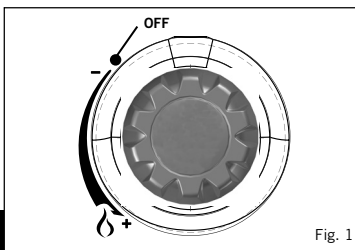

Fig. 1
- Innan du ansluter gastillförseln, kolla att apparatventilen är i stängt läge genom att vrida reglervredet helt och hållet medurs (Se Fig. 1).
- När du ska montera gasbehållaren, kolla först att apparatventilen är i stängt läge genom att vrida reglervredet medurs till stoppläge (Se Fig. 1). Se till att du håller gasbehållaren upprätt medan du skruvar fast den mot ventilen medurs tills den är helt ingängad, men skruva endast för hand. Om behållaren skruvas på för hårt, kan dess ventil ta skada.
- Om du vill tända apparaten för hand, håll en låga intill brännaren med hjälp av en grilltändare och vrid apparatens reglervred långsamt moturs tills brännaren tänds (Fig. 1).